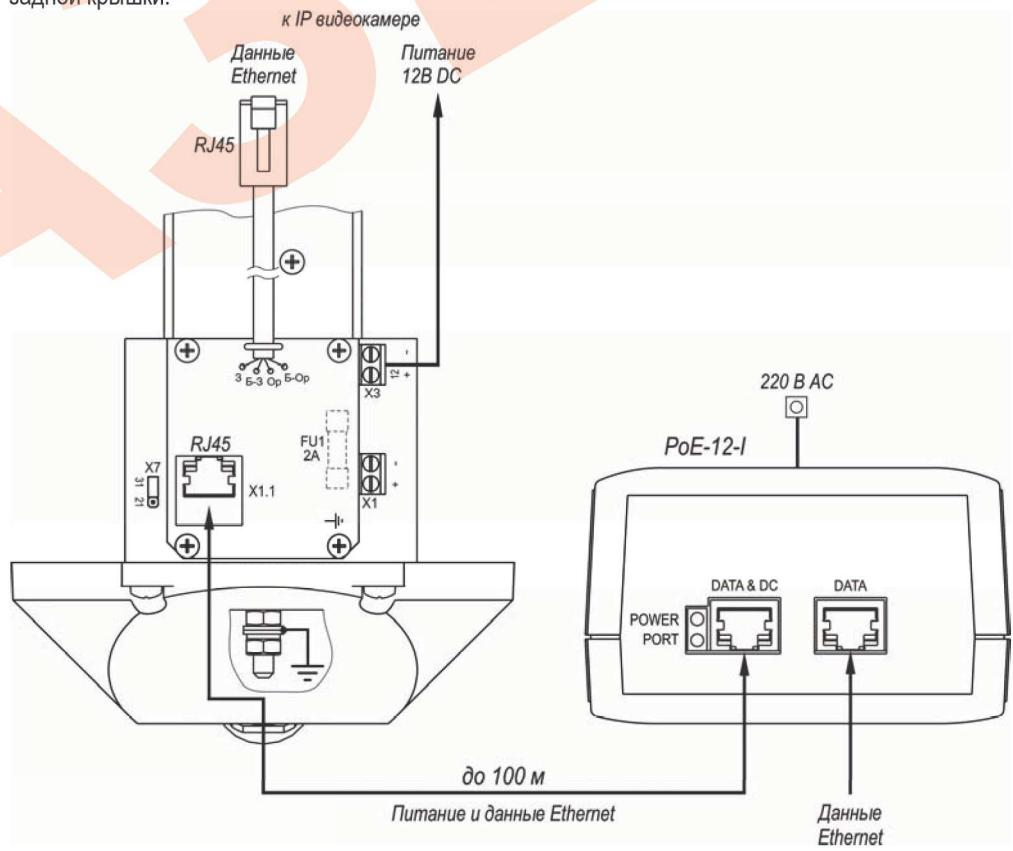

Рис.3 Подключение ТГБ-7 PoE
4. Подключить IP видеокамеру (см.рис.3):
5. Ввести через гермоввод внешний кабель и подключить его к разъему X1.1 (рис.3).
Через разъем «Data» (рис.3) осуществляется обмен данными по сети Ethernet.
* Предприятием изготовителем джампер X7 установлен в положение «31» - мощность обогрева 31 Вт, для изменения мощности на 21 Вт джампер X7 необходимо переставить в положение «21» (см. рис.3).